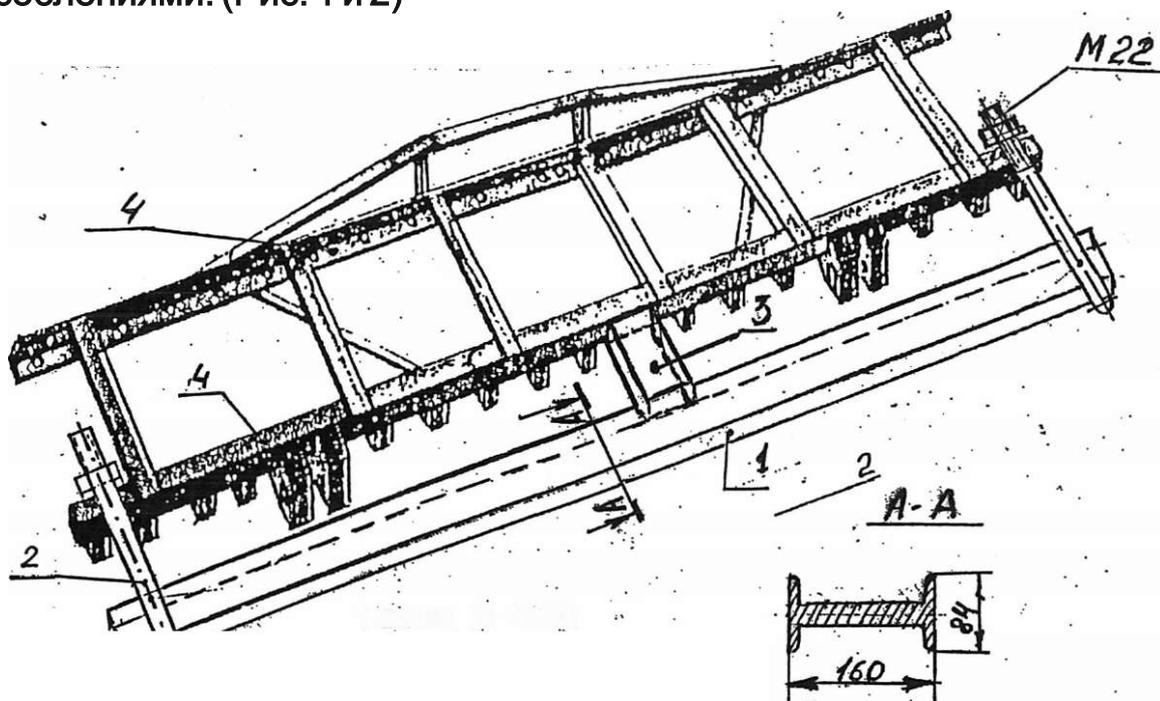

Рис.1 Приспособление для выпрямления рамы культиватора
1. Детали рамы и прицепа не должны быть скручены и изогнуты. Для деталей длиной более 2 метров общий прогиб не должен превышать 5 мм. Выпрямление изгиба рамы или раскручивание боковых сниц можно осуществить простейшими приспособлениями. (Рис. 1 и 2)